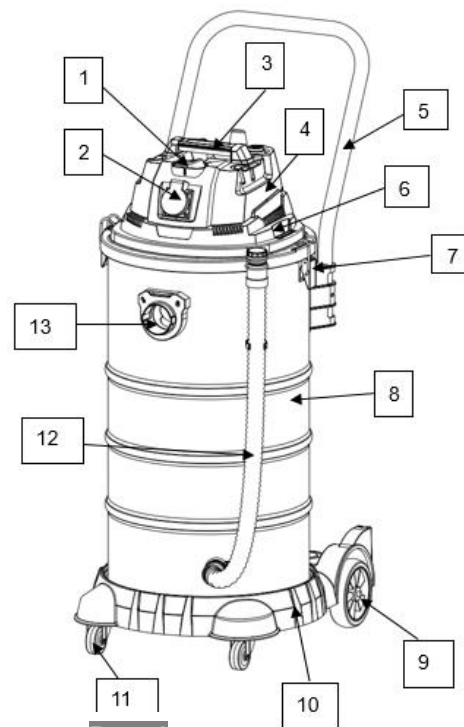

Рис. 1
- Разблокируйте два замка (7) (Рис.1) с обеих сторон пылесоса и за ручку (3) (Рис.1) снимите секцию электродвигателя (6) (Рис.1).
- После установки соответствующего фильтра за ручку (3) (Рис.1) правильно установите секцию электродвигателя (3) (рис.4) на бак (8) (Рис.1) и заблокируйте два замка (7) (рис.1).
- Позиция «I» – пылесос включен, независимо от факта подключения электроинструмента к розетке (2) (Рис.1);
- Позиция «II» пылесос включается через несколько секунд только после пуска, подключенного к розетке (2) (Рис.1) электроинструмента, и пылесос отключается через несколько секунд только после остановки.
Подключение электроинструмента: на секции электродвигателя (6) (Рис.1) установлена розетка (2) (Рис.1) для подключения электроинструмента, которая обеспечивает автоматическое включение и отключение пылесоса одновременно с включением или выключением электроинструмента. Внимательно изучите инструкции, правила и руководства по эксплуатации подключаемого электроинструмента.